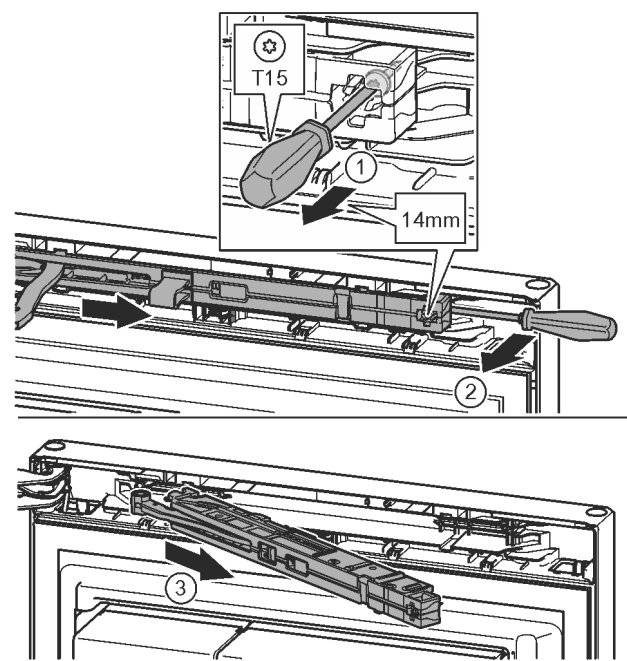

Fig. 12
- Schraube an Schließdämpfereinheit mit Schraubendreher T15 ca. 14 mm lösen. Fig. 12 (1)
- Mit einem Schraubendreher griffseitig hinter die Schließdämpfereinheit fahren und nach vorne drehen. Fig. 12 (2)
- Schließdämpfereinheit herausziehen. Fig. 12 (3)